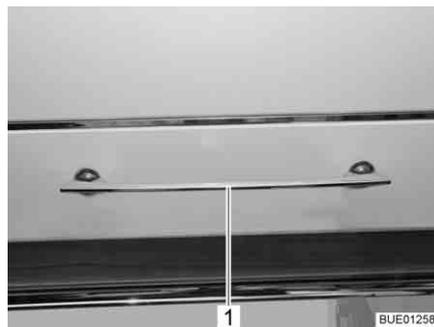

Bild 59 Möbelklappe mit Entriegelungsgriff
- Entriegelungsgriff (Bild 59,1) nach unten drücken und gedrückt halten.